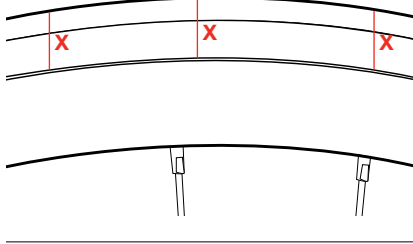

Figure 18. Correct. Vérifiez que la ligne de moulage du pneu est située à égale distance (X) du bord de la jante sur toute la circonférence du pneu.
10. Vérifiez que les flancs du pneu sont correctement insérés dans la jante (Figure 18 et 19). La plupart des pneus comportent une ligne de moulage sur chaque flanc, près de l'endroit où le pneu rentre dans la jante. La distance entre la ligne de moulage et le bord supérieur de la jante doit être régulière sur toute la circonférence de la jante et égale des deux côtés. Si la distance n'est pas régulière, dégonflez le pneu et recommencez cette procédure.